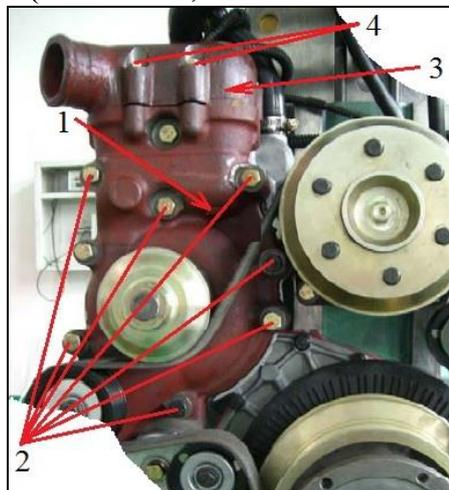

Рис. 17 Снятие водяного насоса
2.14. Снятие водяного насоса и корпуса термостатов (см. Рис. 17)